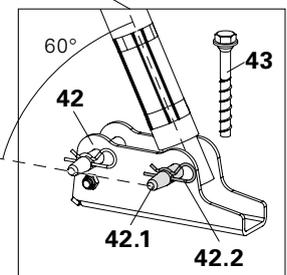

Fig. A4.01b
El ángulo de inclinación del estabilizador respecto del suelo será de aprox. 60°. (Fig. A4.01b)
5. Fijar el estabilizador (40) con bulón (42.1) y grupilla de seguridad (42.2) a la placa base (42). (Fig. A4.01b)